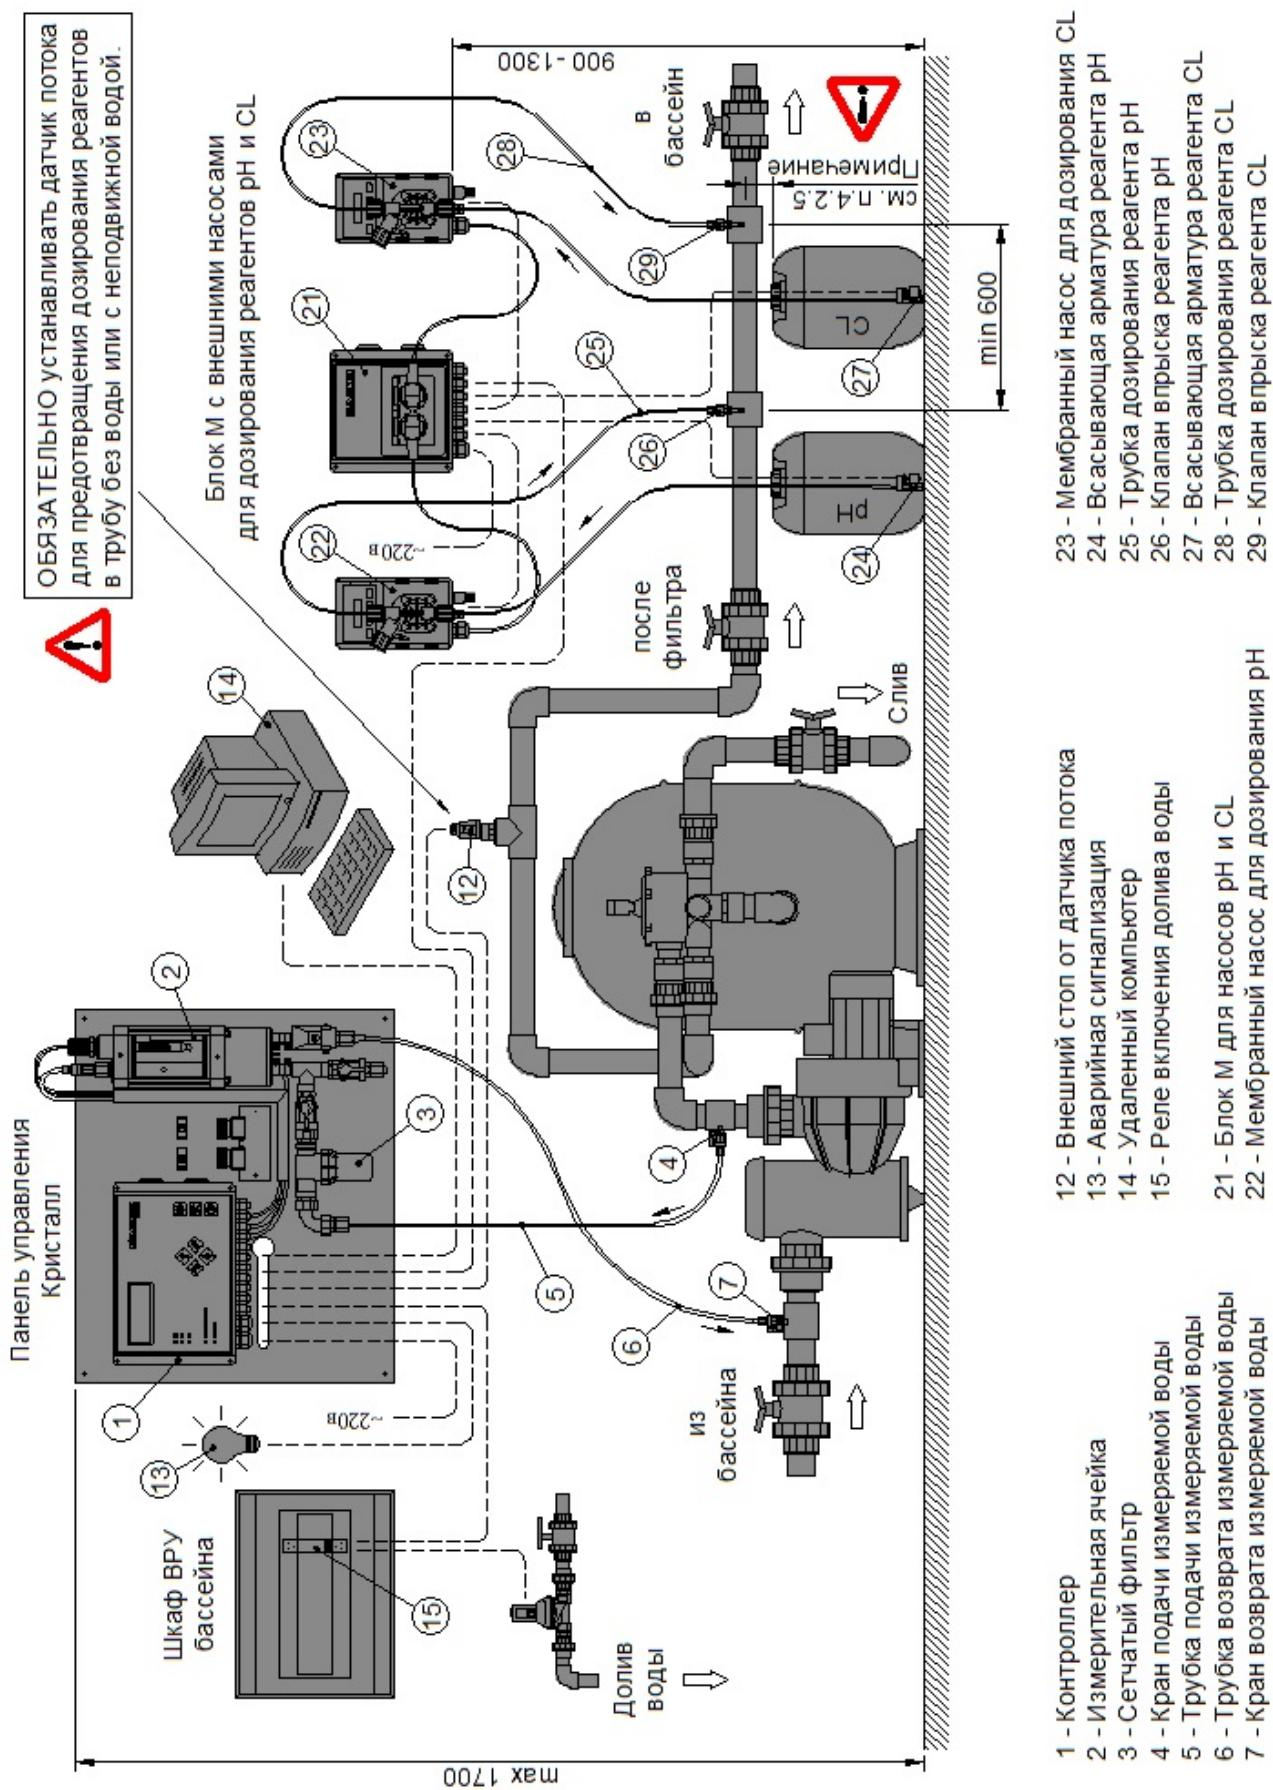

Рис. 2-1 Схема размещения оборудования Кристалл М
На рис.2-1 изображен монтаж станции Кристалл М: CL, pH с отбором воды для измерений из трубопровода фильтрации, а на рис.4.3-1 – электросхема для этого монтажа.
Дозирование реагентов прекращается также при отсутствии потока воды в трубопроводе возврата воды в бассейн после фильтрации. Это необходимо для предотвращения дозирования реагентов в трубу с неподвижной водой или без воды. Для контроля потока воды необходимо установить в трубопровод специальный датчик потока (12), как это показано на рис.2-1. Для повышения точности измерения и дозирования в станции предусмотрена задержка включения дозирующих насосов после появления потока воды в измерительной ячейке или после возобновления фильтрации. Длительность этой задержки устанавливает Покупатель в настройках контроллера.
Дозирование реагентов может также прекращаться при включении долива воды в бассейн, если для этого долива используется электромагнитный клапан. В этом случае управление доливом рекомендуется производить через контактор (15), в котором через одну пару контактов подаётся питание к электромагнитному клапану долива воды, а через другую пару контактов в контроллер подается сигнал о включении долива (как это показано на рис.2-1, 4.3-1). Если нет необходимости или возможности блокировать дозирование реагентов при включении долива воды, то необходимо установить перемычку на клеммы «Долив» внутри контроллера (см. подробнее п.4.3.1).
В домашних бассейнах, на которые требования упомянутого ГОСТ не распространяются, допускается отбирать воду для измерений из трубопровода циркуляционного водообмена (фильтрации), как это показано на рис.2-1 настоящего Руководства. Однако, используя это решение, следует знать, что значения измеряемых показателей воды из ванны бассейна и из трубопровода фильтрации не обязательно будут одинаковыми.
Панель управления станции устанавливается на стену технического помещения бассейна, как это показано на рис.2-1 настоящего Руководства.
Место для установки Панели управления надо выбирать с таким расчётом, чтобы трасса подачи измеряемой воды от точки отбора до измерительной ячейки была по длине не более 4 метров. Если вода для измерений отбирается из трубопровода фильтрации (как это показано на рис.2-1), то отсчёт длины вести от крана подачи измеряемой воды (поз.4 на рис.2-1). Если вода для измерений отбирается непосредственно из ванны бассейна, то отсчёт длины вести от водозабора, установленного в стену ванны бассейна.
Панель управления рекомендуется устанавливать не выше 1700 мм от пола (на уровне глаз), как это показано на рис.2-1, при этом над панелью должно оставаться не менее 200 мм свободного пространства для удобства установки/замены измерительных электродов в измерительной ячейке.
Блок М для подключения внешних насосов дозирования pH и CL устанавливается на стену технического помещения бассейна, как это показано на рис.2-1 и 4.2-2 Руководства.
Блок устанавливать не выше 1300 мм от пола рядом с дозирующими насосами для реагентов pH и CL (поз.22 и 23 на рис.2-1), чтобы минимизировать длину кабелей от Блока к дозирующим насосам и расходным канистрам реагентов. При этом справа и слева от Блока должно оставаться не менее чем по 200 мм свободного пространства для беспрепятственного открывания крышки Блока и подключения кабелей электроснабжения дозирующих насосов.